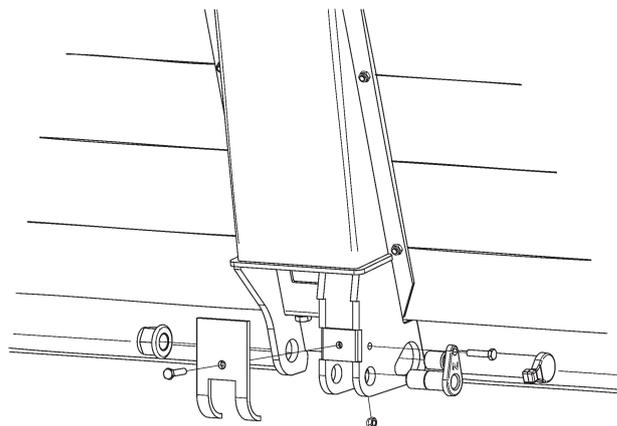

Abbildung 26. Die Bordwand an den Auslegern anbringen
5. Lösen Sie die Gegenmutter, siehe Abbildung 26 (Zepro-Werkzeug 52937).